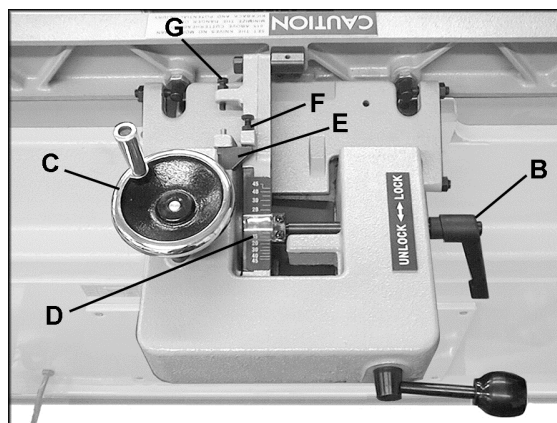

Рис. 18
1. Регулировка данного упора осуществляется с помощью винта (G, Рис. 18), который при наклоне упора назад касается его задней стороны.
2. Выщелкните стопорный блок (E, Рис. 18).
3. Ослабьте зажимную рукоятку (B, Рис. 18) и шестигранную гайку на винте (G, Рис. 18).
5. При необходимости закручивайте винт (G, Рис. 18) до тех пор, пока упор не встанет вплотную к угломерному устройству.
6. Затяните шестигранную гайку на винте (G, Рис. 18) и зажимную рукоятку (B, Рис. 18).
Все запорные рукоятки, подобные той, показанной на Рис. 18, B, можно повернуть,